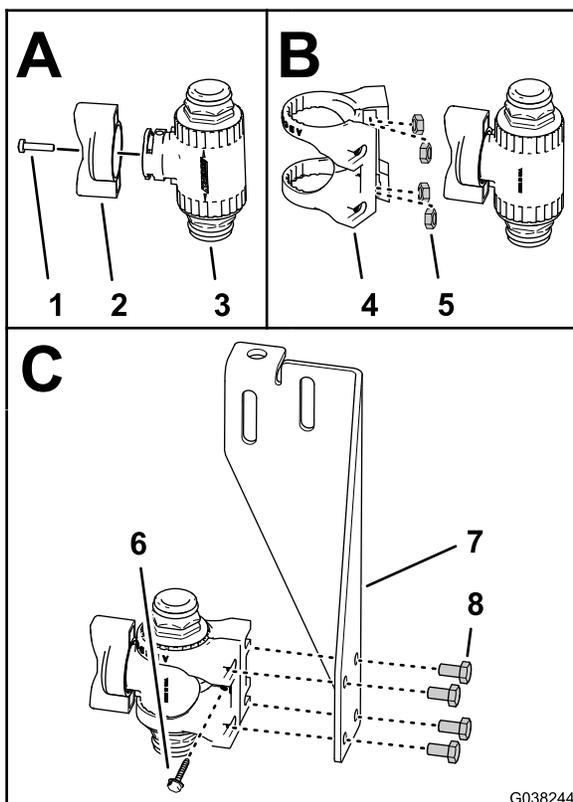

Figure 58
1. Montez la poignée sur le régulateur de débit d'agitation (Figure 58) à l'aide de la vis (6"-32 x 5/8").
- Si ce n'est fait, insérez les 4 écrous inox dans les fentes du support en nylon du régulateur de débit (Figure 58).
- Montez le régulateur de débit d'agitation dans son support comme montré à la (Figure 58)
- Fixez le support au régulateur de débit d'agitation à l'aide de la vis (6"-32 x 5/8"), comme montré à la (Figure 58).
- Fixez le régulateur au support de la vanne d'agitation (Figure 58) à l'aide des 4 boulons (6 x 12 mm).